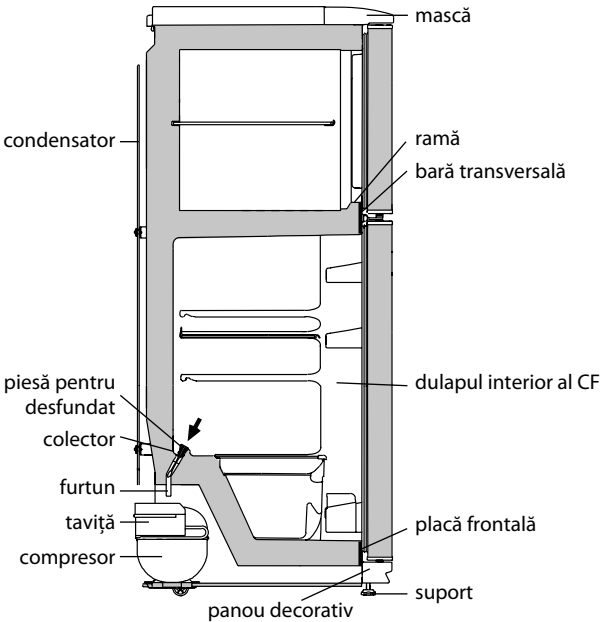

Figura 4 — Schema scurgerii apei provenite din dezghețarea CF
2.2.1 În CF funcționează un sistem automat de dezghețare. Bruma, care apare pe peretele din spate a CF, după deconectarea compresorului care lucrează în ciclu, se topește și se transformă în picături de apă. Picăturile de apă provenită din dezghețare se scurg în colector, apoi prin gaura acestuia și prin furtun - în tavița de pe compresor, în conformitate cu figura 4 și se evaporă. Gaura colectorului este dotată cu o piesă pentru prevenirea înfundării sistemului de drenaj.
Prezența apei în colector indică înfundarea sistemului de drenaj. Pentru eliminarea înfundării folosiți piesa corespunzătoare și curățați gaura colectorului, astfel ca apa să se scurgă liber în taviță, apoi spălați piesa și instalați-o în conformitate cu figura 4.
SE INTERZICE să exploatați frigiderul cu sistemul de scurgere înfundat. Apa care a apărut pe fundul CF sau care a ajuns în locul de alăturare a barei transversale și a dulapului interior al CF, în conformitate cu figura 4, poate provoca coroziunea dulapului exterior al frigiderului și elementelor agregatului frigorific, defectarea izolației termice, formarea crăpăturilor dulapului interior și defecțiunea frigiderului.
ATENȚIE! Nu permiteți scurgerea apei provenite din dezgheț din CC la decongelarea și curățarea acestuia, deoarece ea, pătrunzând în locul de alăturare a barei transversale și a ramei CC, în conformitate cu figura 4, poate provoca coroziunea dulapului exterior al frigiderului și a elementelor agregatului frigorific, defectarea izolației termice, formarea crăpăturilor ramei și defectiunea dulapului frigiderului.